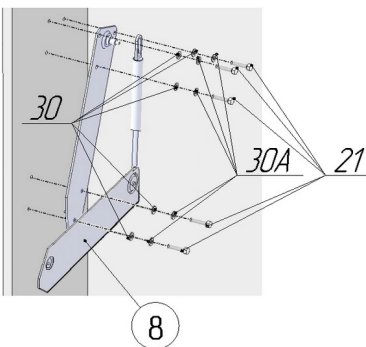

Рис.4.1 Слева
4. Присоединить к боковинам корпуса механизмы подъёма поз.7 и 8, используя болт М8х25 поз.21, шайбы Ø8 поз.30, шайбы стопорные Ø8 поз.30А (рис.4.1 и 4.2).
СТОПОРНАЯ $\varnothing 8$ ПОЗ. 30А ДОЛЖНА НАХОДИТЬСЯ МЕЖДУ ШАЙБОЙ $\varnothing 8$ ПОЗ.30 И ГОЛОВКОЙ БОЛТА ПОЗ.21 (СМ. РИС. 4.1 И 4.2).
18. Приложить кожух левый поз.35А к механизму, установленному слева (рис.4.1). Кожух располагать так, чтобы он опирался на наклонную и